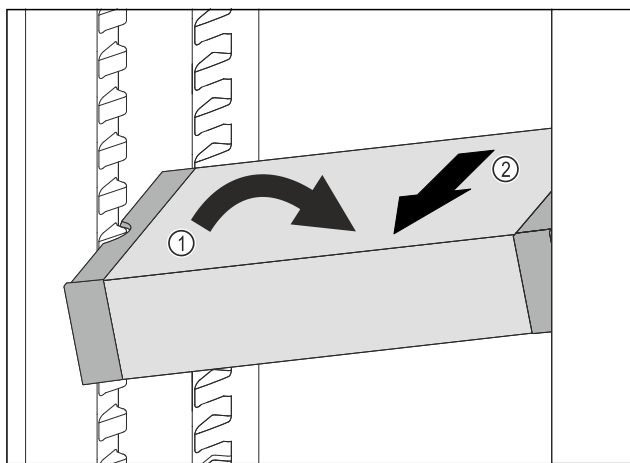

Fig. 185
- ▶ 在冷藏区中倾斜 VarioSafe。 Fig. 185 (1)
- ▶ 向前取出 VarioSafe。 Fig. 185 (2)